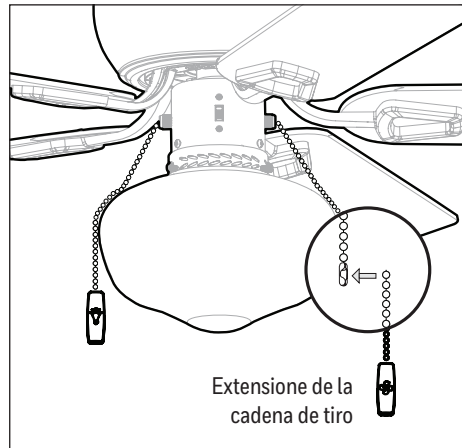

Figure 4.8
8. Sujete las extensiones de la cadena de tiro a las cadenas de tiro. **Nota:** cuando esté enfrente del interruptor de reversa, la cadena de tiro para el ventilador se encuentra a la derecha y la de las luces se encuentra a la izquierda (Figure 4.8).